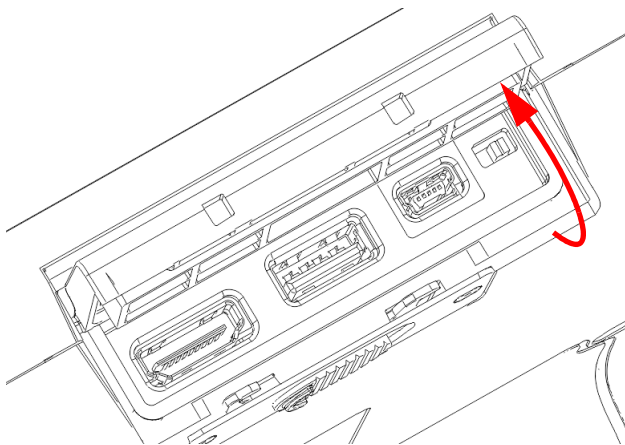

Рис. 3-4 Порт вывода данных — Крышка открыта
2. Откройте крышку порта данных (см. Рис. 3-4 на стр 40).